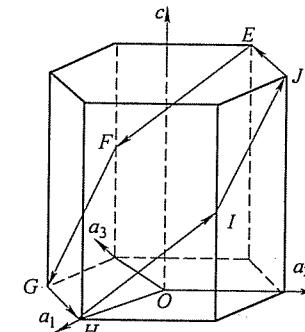

图 27-2 第二题第 2 小题图
2. 写出图 27-2 所示六方晶胞中 EFGHIJE 面的密勒-布拉菲晶面指数，以及 EF、FG、GH、HI、IJ、JE 各晶向的密勒-布拉菲晶向指数。